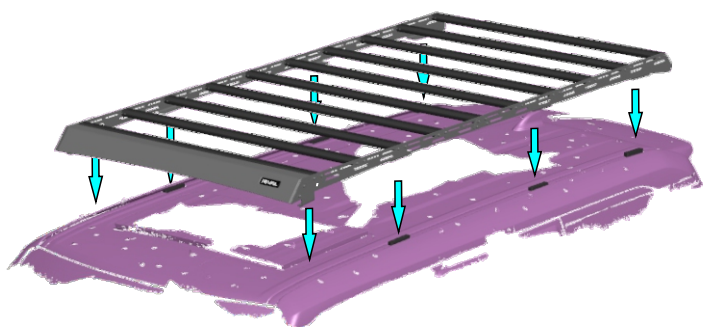
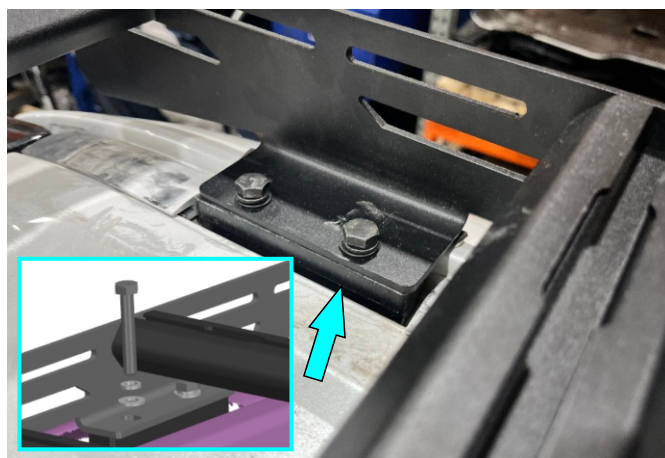

Рис. 20
Рис. 21
16. Установите собранную платформу на предварительно установленные проставки (поз.Г) на крыше (рис.20). Закрутите болты М8х50, шайб 8 гровер и шайб 8 (поз. В, Л, Ж) на 5-6 оборотов. Плотнo прижмите лапки (поз.8, поз.9) к крыше (рис.21).